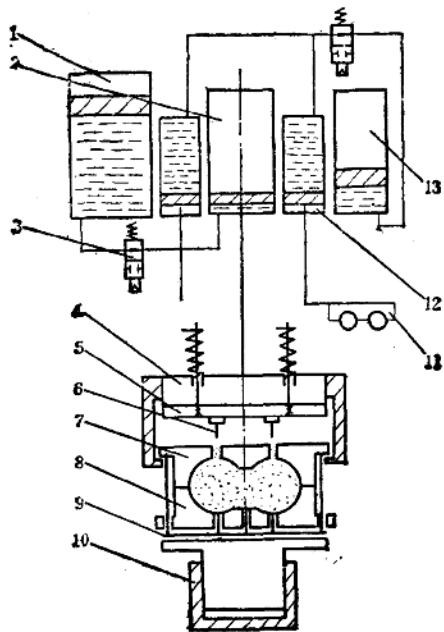
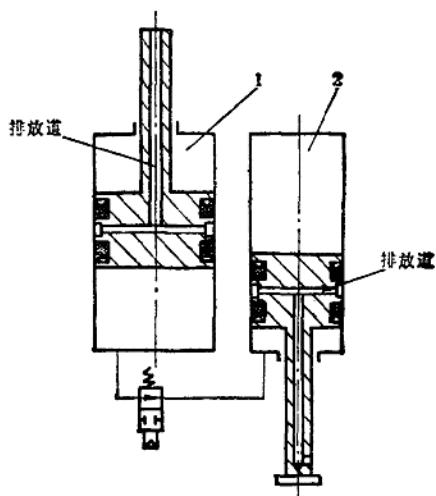

图3-1-5 起芯工位示意图
图3-1-9 有气液排放道升降装置示意图
单工位射芯机起芯机构和射砂机构在同一个工位，机构简单，故障少。而双工位射芯机有单独的起芯机构；芯盒射完砂之后，回到起芯工位固化和起芯。图3-1-5为40kg射芯机起芯工位示意图。
(2) 气压油机构串气串油 起芯机构的提升缸为了实现在行程中准确停止，采用了气压油机构。但该机构的最大问题是油气串通。当油里串入气体之后，缸在运动时会振动爬行，发出咯咯的响声。串气严重时，不能正常工作，必须停机放气。同样，油也会串到气体里，随着气体排出，污染环境，增加油耗。可采用以下措施解决。
① 增设串油气排放道。将图3-1-5中的提升缸储油罐增加一个活塞杆，并设泄漏油、气的排放道。同样，在提升缸的活塞及活塞杆上也加设泄漏油、气的排放道。图3-1-9为改进后的示意图。一旦气体透过密封，则通过排放道排入大气，防止了气体进入油中。当油透过密封后，也通过排放道而排放到设备外面，但必须在排放口处设置积油容器。防止串气串油较理想的办法是下面一种。